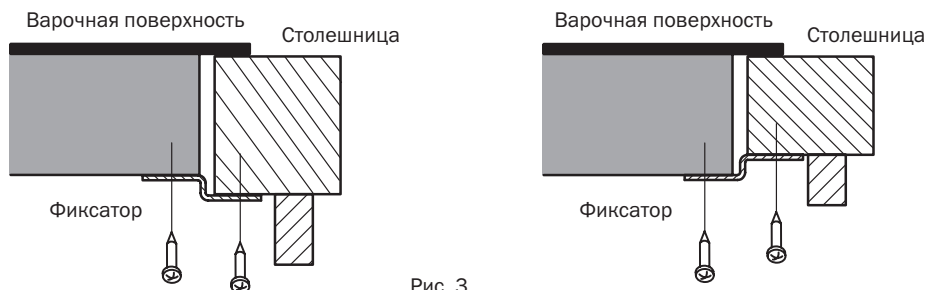

Рис. 3.
- Фиксаторы, входящие в комплект варочной поверхности, предназначены для ее крепления к столешницам толщиной от 20 до 40 мм. Схема крепления варочной поверхности показана на Рис. 3. Для надежного крепления варочной поверхности используйте все фиксаторы.